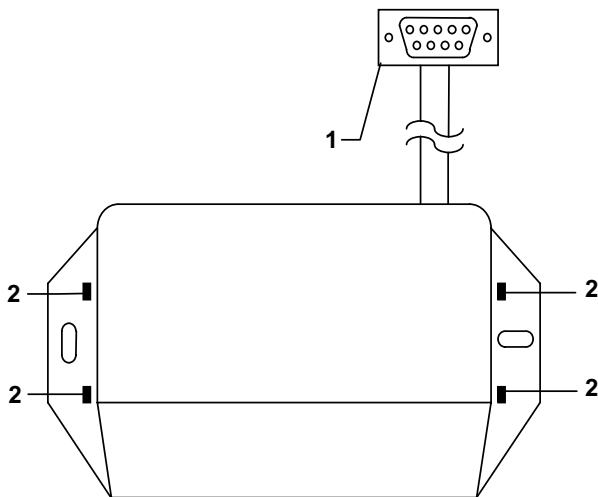

Fig. 1 / Abb. 1
1. Ouvrir le couvercle de l'interface en faisant levier sur les points marqués du numéro 2 (Fig. 1).
4. Brancher la prise Canon à 9 pôles de l'interface marquée du numéro 1 (Fig. 1) au port à niveaux logiques (INTERFACES A NIVEAUX LOGIQUES ou COMMANDE A DISTANCE) située au dos du groupe de continuité.
1. Open the cover of the interface unit by levering and lifting in the points marked with the number 2 (Fig. 1).
1. Aprire il coperchio dell'interfaccia facendo leva nei punti contrassegnati dal numero 2 (Fig. 1).
1. Öffnen Sie die Schnittstellenabdeckung, indem Sie die mit der Nummer 2 markierten Punkte anhebeln (Abb. 1).
1. Abra la tapadera de la interfaz haciendo palanca en los puntos indicados con el número 2 (Fig. 1).
4. Connect the 9-way Canon socket of the interface marked with the number 1 (Fig. 1) with the logic level sockets (LOGIC LEVEL INTERFACES or REMOTE CONTROL) located on the rear part of the UPS.
4. Collegare la presa canon 9 poli dell'interfaccia contrassegnata con il numero 1 (Fig. 1) con la porta a livelli logici (LOGIC LEVEL INTERFACES oppure REMOTE CONTROL) situate nella parte posteriore del gruppo di continuità.
4. Schließen Sie die 9-polige Buchse der mit der Nummer 1 markierten Schnittstelle (Abb. 1) an den logischen Pegelanschluss (LOGIC LEVEL INTERFACES oder REMOTE CONTROL) auf der Rückseite der USV an.
4. Conecte la clavija Canon de 9 polos de la interfaz, indicada con el número 1 (Fig. 1), al puerto de niveles lógicos (LOGIC LEVEL INTERFACES o REMOTE CONTROL), situados en la parte trasera del SAI.